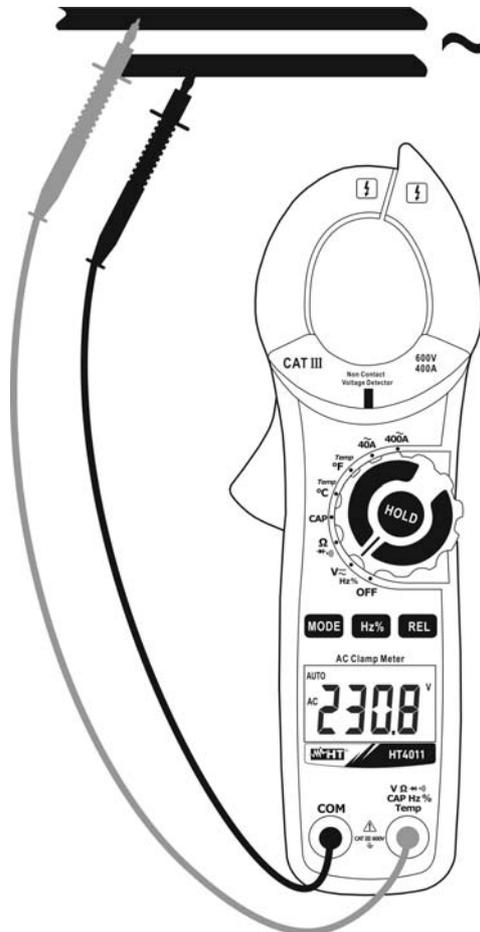

Fig. 3 : Utilisation de la pince pour mesure de tension AC
3. Insérer le câble rouge dans l'entrée du jack **V Ω →+→)CAPHz%Temp** et le câble noir dans la borne d'entrée **COM** (Fig. 3).